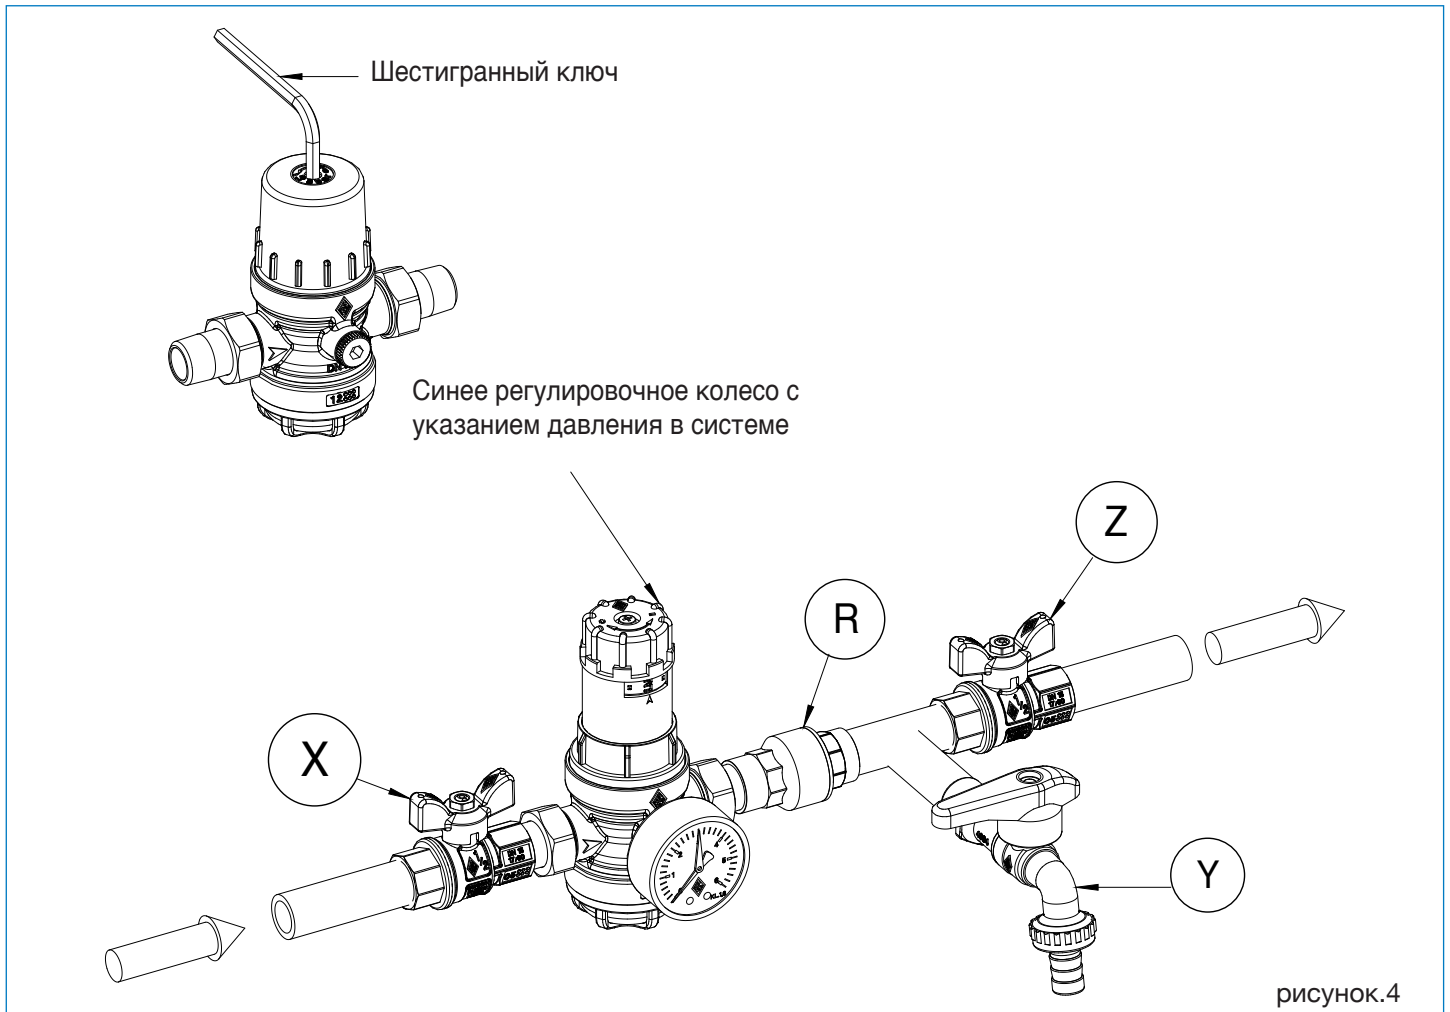

рисунок.4
4. Установка давления на выходе (рисунок 4)